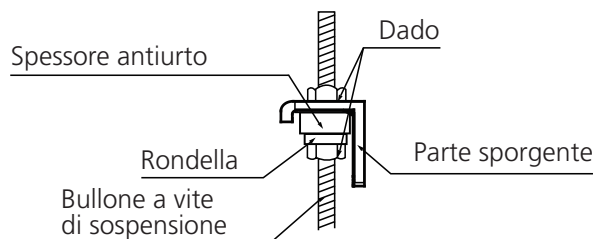

Fig. 4.9
9. Montare l'unità da interno sui bulloni di sospensione usando gli elementi di blocco appropriati. Posizionare in piano l'unità da interno, verificando l'allineamento con una livella, per evitare possibili perdite. (Ved. Fig. 4.9).